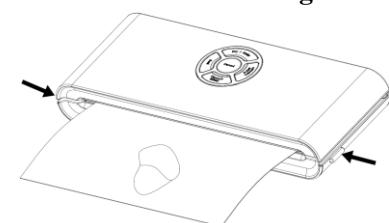

Fig. 4
5. Tryck på förseglingsknappen för att starta förseglingen av påsen – **Fig. 4**
7. Vakuumförpackningen är klar. Tryck på frigöringsknapparna på apparatens båda sidor samtidigt för att öppna locket och ta ur de försegelade påsarna –**Fig. 4.**